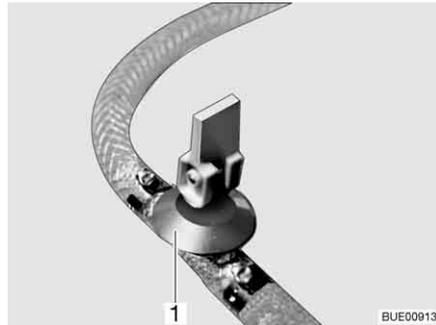

Fig. 178 Llave de desagüe
- Cerrar la(s) llave(s) de desagüe. Colocar para ello el balancín (Fig. 178,1) en posición horizontal.
- Abrir la(s) llave(s) de desagüe (Fig. 178). Colocar para ello el balancín (Fig. 178,1) en posición vertical. La caldera se vacía hacia fuera.